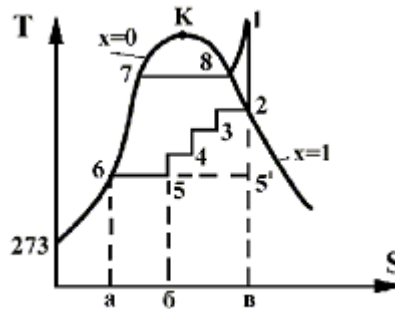

Рис. 10
15. Показать на рис. 10 площадь, эквивалентную количеству тепла, не пошедшему на выработку электрической энергии в результате отбора пара из трубины для целей регенерации.
16. Показать на рис. 10 площадь, эквивалентную уменьшению потерь тепла в конденсаторе в регенеративном цикле.
17. Показать на рис. 10 площадь, эквивалентную потерям тепла в конденсаторе в регенеративном цикле.